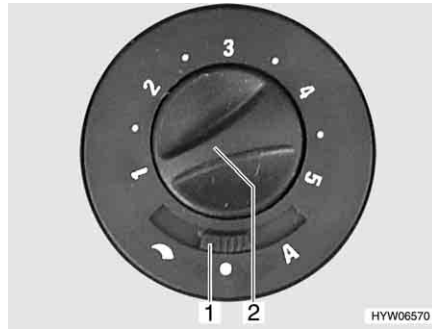
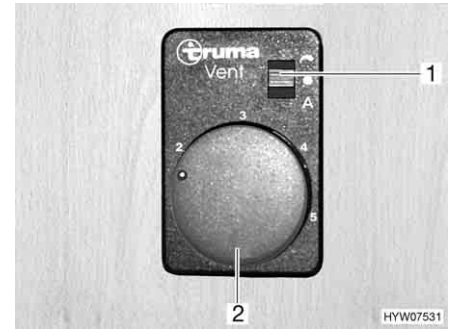

Fig. 88 Interruttore di comando per la ventola di ricircolo dell'aria (variante 1)
Fig. 89 Interruttore di comando per la ventola di ricircolo dell'aria (variante 2)
- Posizionare l'interruttore a scorrimento (Fig. 88,1 o Fig. 89,1) su "↶" (regolazione manuale) o "A" (funzionamento automatico).
- Impostare con la manopola (Fig. 88,2 o Fig. 89,2) la prestazione desiderata della ventola di ricircolo dell'aria (regolazione manuale) oppure limitarla (funzionamento automatico).
- Posizionare l'interruttore a scorrimento (Fig. 88,1 o Fig. 89,1) su "●" (spento).